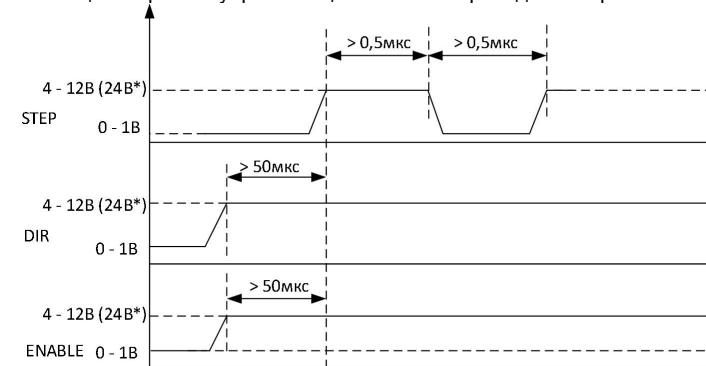

Рис.8 – осциллограмма управляющих сигналов
• В режиме драйвера SD подавайте нужную последовательность сигналов «ШАГ», «НАПРАВЛЕНИЕ» и «РАЗРЕШЕНИЕ» на входы «STEP», «DIR» и «ENABLE» соответственно. Высокий уровень сигнала – 4...12В (24В*), низкий уровень сигнала 0...1В. Передвижение на один шаг осуществляется по фронту импульса на входе STEP в направлении, заданном сигналом DIR. Сигнал ENABLE используется для разрешения или запрета питания фаз двигателя. Осциллограмма управляющих сигналов приведена на рис. 8